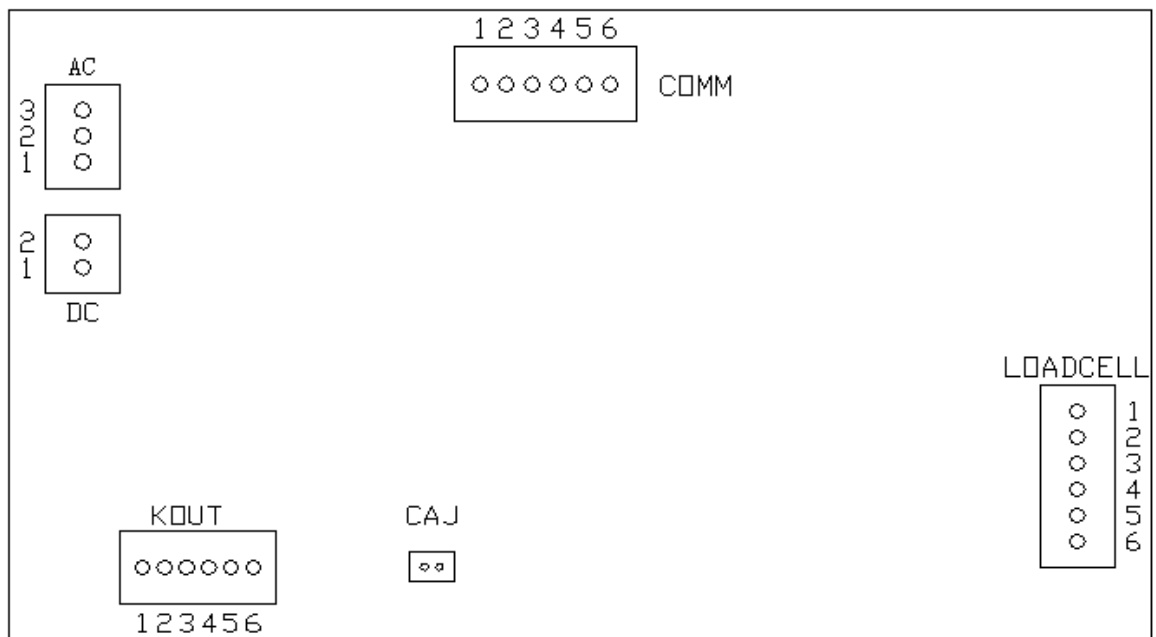

图 2-1 印制板插座位置图
2.1 AC 交流电源输入（见图 2-1）
2.2 直流电源输入（见图 2-1）
2.4 CAJ 设置开关插（图 2-1）
2.5 LOADCELL 传感器输入（见图 2-1）
2.6 COMM 串行通讯接口（见图 2-1）